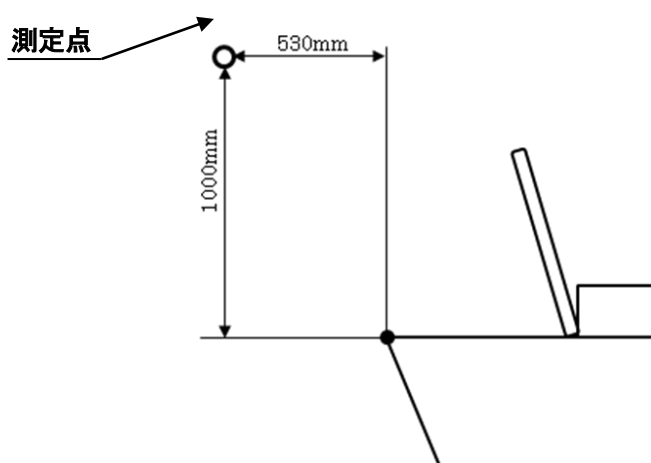

図3 洗浄音測定位置
- 6) 測定位置 : 図3に示す、便器本体先端より上方 1000mm 、かつ前方 530mm の1点とする。